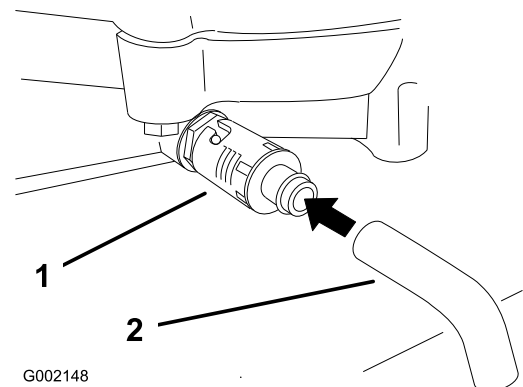

Bild 20
4. Stellen Sie eine Auffangwanne unter den Ablass. Drehen Sie das Ölablassventil, damit das Öl herauslaufen kann (Bild 20).